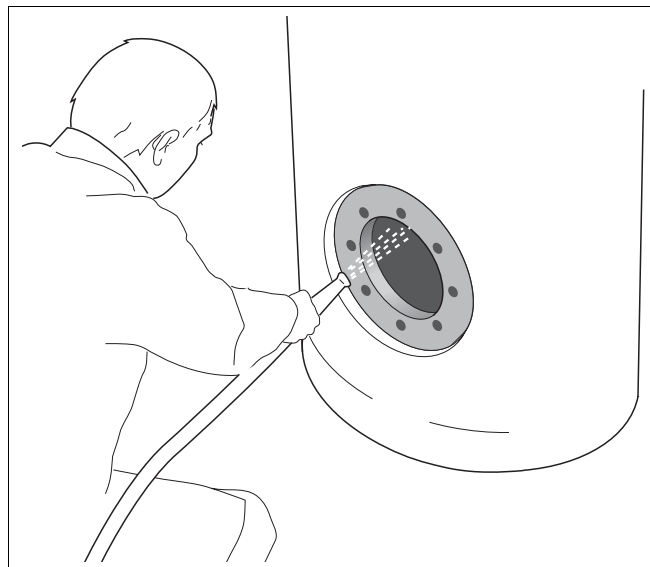

Fig. 11 Rincer le préparateur
- Pulvériser la partie interne du préparateur avec un jet d'eau froide « puissant » (env. 4 – 5 bar) (fig. 11).